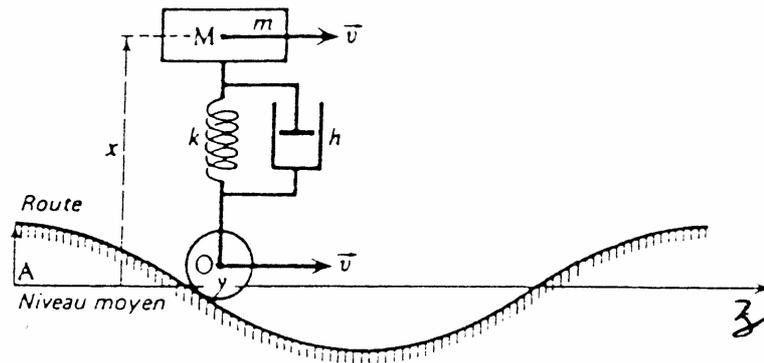

Fig.3
3. Le véhicule roule sur une piste ondulée (voir Fig.3). On admet que la cote y du centre de la roue par rapport au niveau moyen de la route est de la forme $y=R+A\cos\left(2\pi\frac{z}{\lambda}\right)$